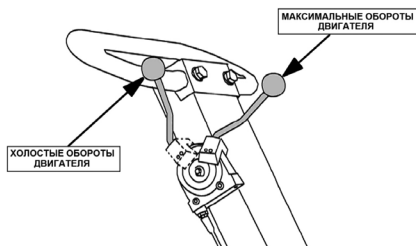

Рис. 10 Рычаг газа
3. Рычаг газа установите в среднее положение (Рис. 10).